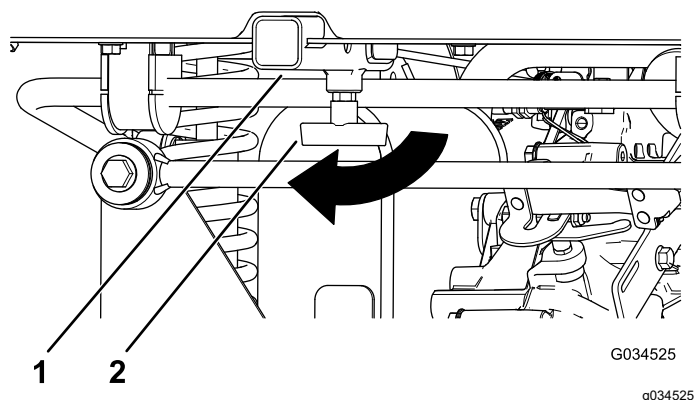

Figura 17
1. Allentate la maniglia a T ruotandola in senso orario (**Figura 17**).
2. Inserite l'accessorio nel ricevitore in modo che i fori siano allineati (**Figura 17**).